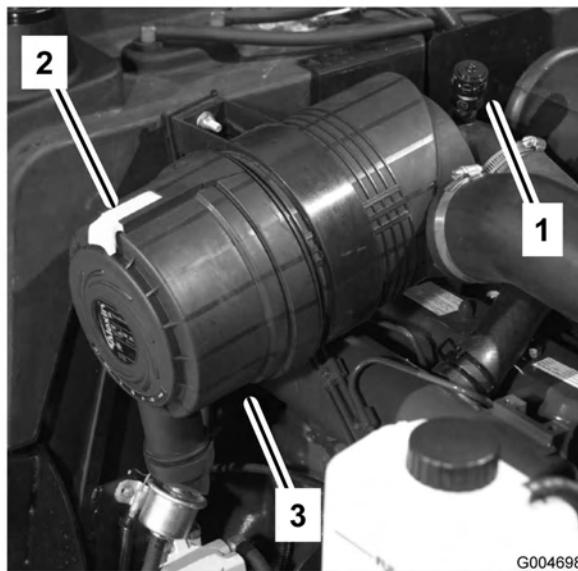

Figura 46
- Puxe o trinco para fora e rode a cobertura do filtro de ar no sentido contrário ao dos ponteiros do relógio (Figura 46).
7. Instale a tampa orientando a válvula de saída de borracha (Figura 46) para uma posição descendente – entre aprox. 5:00 e 7:00, na perspectiva extremidade. Fixe o trinco.